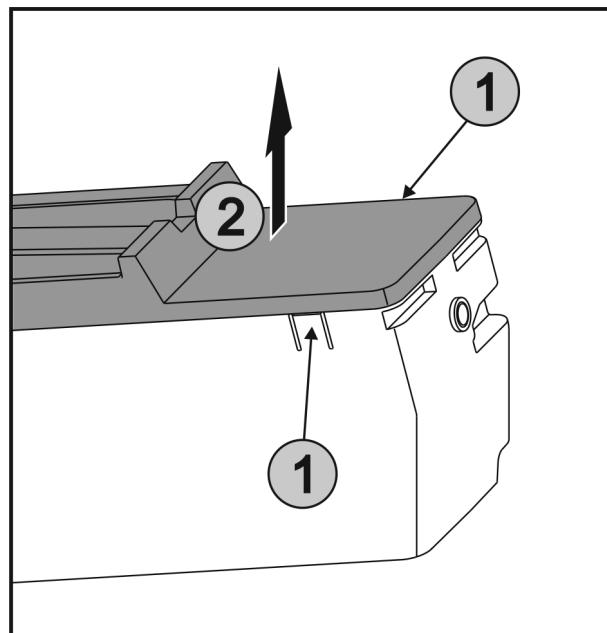

Fig. 41
- Накладки Fig. 41 (1) з обох боків EasyTwist-Ice натиснути одночасно і кришку Fig. 41 (2) вийняти рухом вгору.